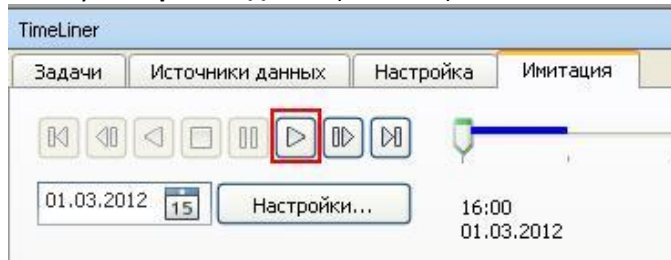

Рис. 143
- В открывшемся диалоговом окне перейдите на вкладку **Имитация** и нажмите кнопку **Воспроизведение** (Рис. 143).